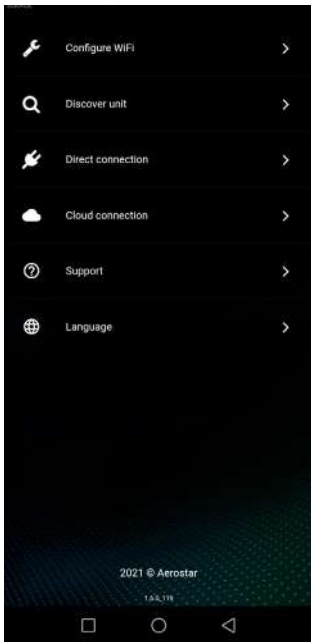

Рис. 3
- 5) Open the «Wi-Fi settings» in the application menu (Figure 3)